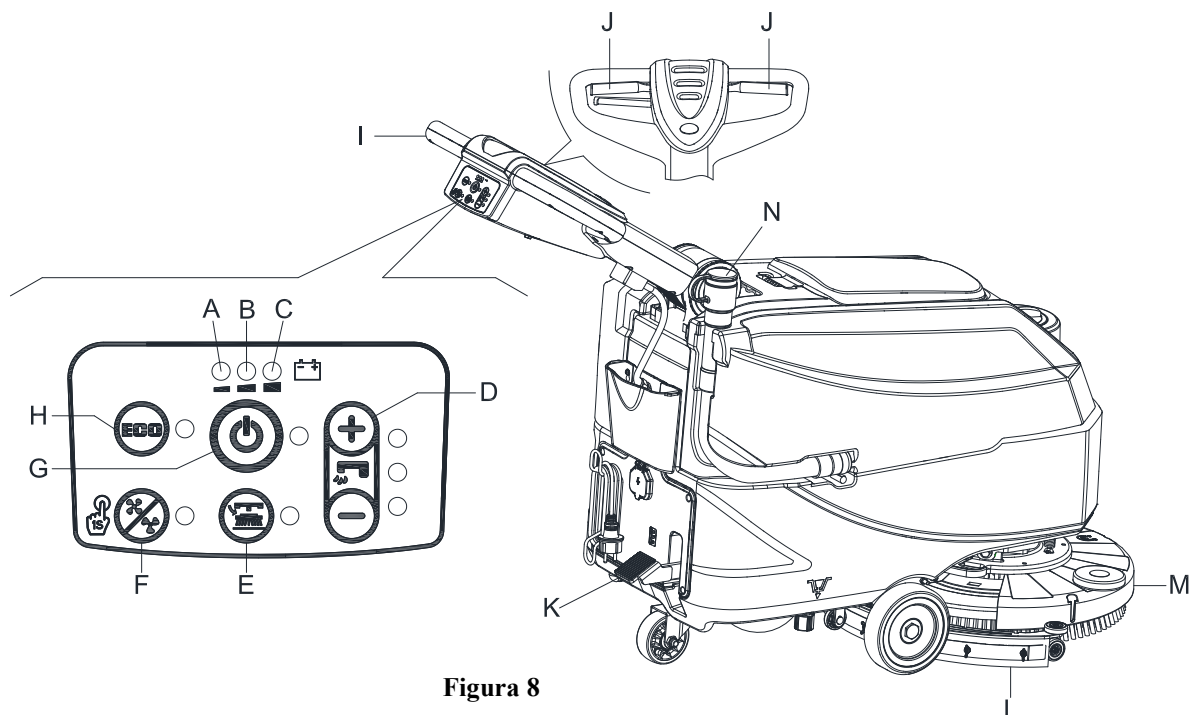
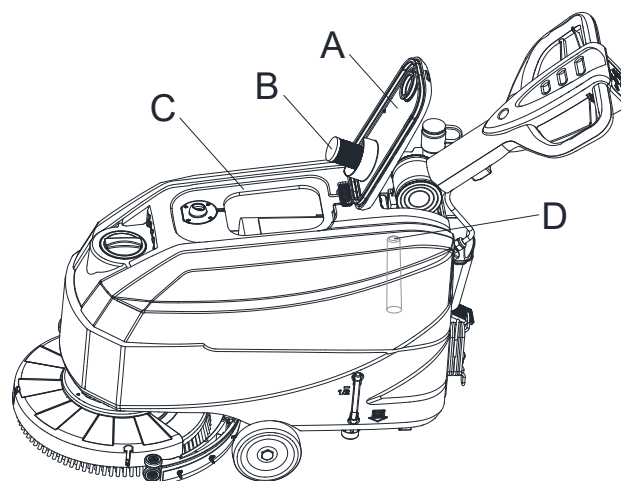

Figura 8
Figura 10
2. Duceți mașina spre zona de curățat, împingând-o cu mâinile pe ghidon (I, Figura 8).
3. Coborâți puntea suportului periei/lavetei (M, Figura 8) și racleta (L) ridicând pedala (K).
4. Apăsați comutatorul de pornire (G, Figura 8). Verificați ca LED-ul verde (C) să se aprindă (baterie încărcată). Dacă se aprinde LED-ul galben (B) sau roșu (A), acționați comutatorul de alimentare în poziția „închis” (G, Figura 8) și încărcați bateriile (vedeți procedura în capitolul Mentenanță).
5. Apăsați comutatoarele de control al debitului apei de spălare (D, Figura 8) după cum este necesar, în funcție de tipul de curățare ce urmează a se executa.
6. Începeți curățarea apăsând mașina cu mâinile de pe ghidon (I) și apăsând pârghia de comutare de siguranță (J).
Pentru a deplasa mașina înainte, apăsați pârghia de comutare de siguranță din stânga sau dreapta (J, Figura 8) sau ambele.
2. În timp ce țineți ghidonul cu ambele mâini, apăsați pârghia de comutare de siguranță (J, Figura 8), apoi manevrați mașina și începeți să rașchetați/uscați podeaua.
Când LED-ul verde (C, Figura 8) este aprins, bateriile permit mașinii să funcționeze normal. Când LED-ul verde (C) se stinge, iar LED-ul galben (B) se aprinde, se recomandă să încărcați bateriile, deoarece nivelul rămas va dura câteva minute (în funcție de caracteristicile bateriei și de activitatea care trebuie efectuată). Dacă se aprinde LED-ul roșu (A), bateriile sunt complet descărcate. După câteva secunde, suportul pentru perie/lavetă este oprit automat.
Un sistem de închidere automată, cu flotor, (B, Figura 10) va bloca sistemul de aspirare când rezervorul de apă recuperată (C) este plin. Dezactivarea aspirării va fi semnalizată printr-o creștere bruscă a frecvenței zgomotului motorului de aspirare, iar podeaua nu va mai fi uscată.
Dacă sistemul de aspirare se oprește în mod accidental (de exemplu, când flotorul este activat ca urmare a unei mișcări bruște a mașinii), pentru a relua funcționarea: închideți sistemul de aspirare, apăsând comutatorul (G, Figura 8), apoi deschideți capacul (A, Figura 10) și verificați ca flotorul din interiorul grătarului (B) să coboare la nivelul apei. Apoi închideți capacul (A) și porniți sistemul de aspirare apăsând comutatorul (G, Figura 8).
Când rezervorul de apă recuperată (C, Figura 10) este plin, goliți-l respectând următoarea procedură.
2. Ridicați puntea suportului periei/lavetei (M, Figura 8) și racleta (L) apăsând pedala (K).
4. Goliți rezervorul de apă recuperată cu ajutorul furtunului (N, Figura 8). Apoi, clătiți rezervorul de apă recuperată (C, Figura 10) cu apă curată.
5. Scoateți capacul rezervorului apei recuperate (A, Figura 10) și curățați interiorul capacului și grătarul flotorului de filtrare (B) cu apă curată.
6. Verificați rezervorul de recuperare (D, Figura 10) pentru a identifica orice blocaj cu corpuri străine și curățați-l.